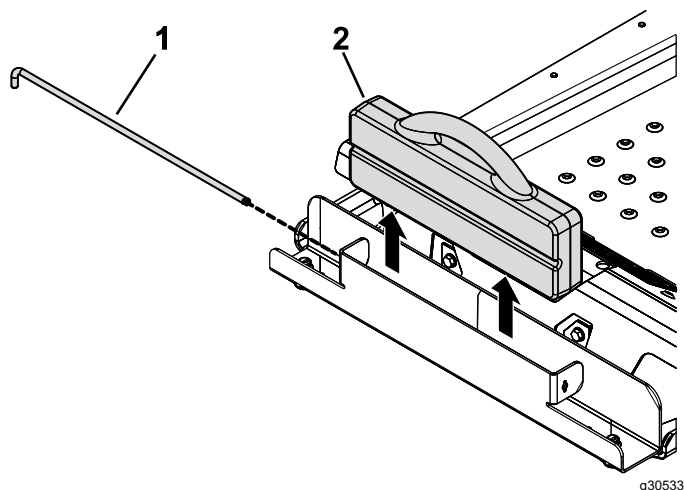

Figure 1
1. Déposez la tige de maintien et la masse à poignée (Figure 1).
- Placez la masse à poignée derrière la plaque et remettez en place la tige de maintien (Figure 1).